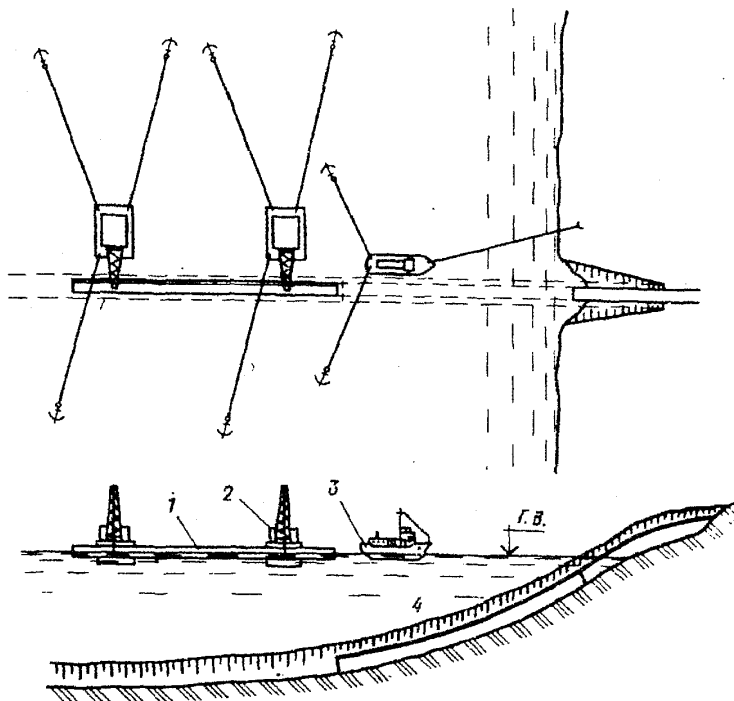

Рис. 12. Схема расположения механизмов и оборудования для секционной укладки трубопровода
1.66.70. Нормами таблицы Н-66-02-013 предусмотрена укладка в подводную траншею трубопроводов длиной до 50 м с помощью двух плавучих кранов необходимой грузоподъемности (рис. 12). Секцию трубопровода устанавливают в створе укладки, отдают заглушки и опускают в подводную траншею, после чего водолаз стыкует секцию с ранее уложенной и берет ее на оправки. Место укладки трубопровода обозначают вехами или буйками. Нормами не учтено устройство прямков при стыковке трубопроводов. Постановка болтов нормируется по Н-66-03-007.